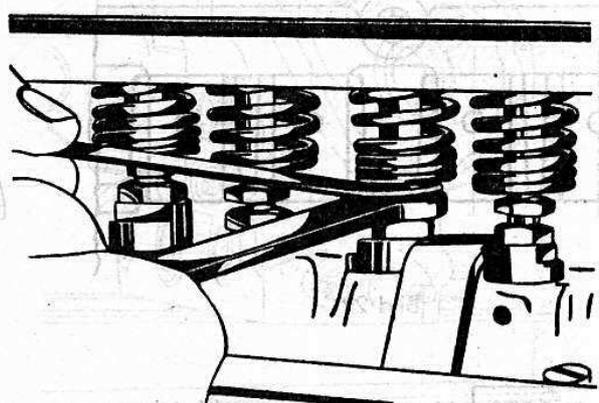

Bild 27
- 18. Ventilstößel einstellen mit Fühlerlehre, Ventilstößelhalter und Ventilspiel-Einstellschlüssel (Wst 1198 und 632). Spiel = 0,12 mm in kaltem Zustand (Bild 27).